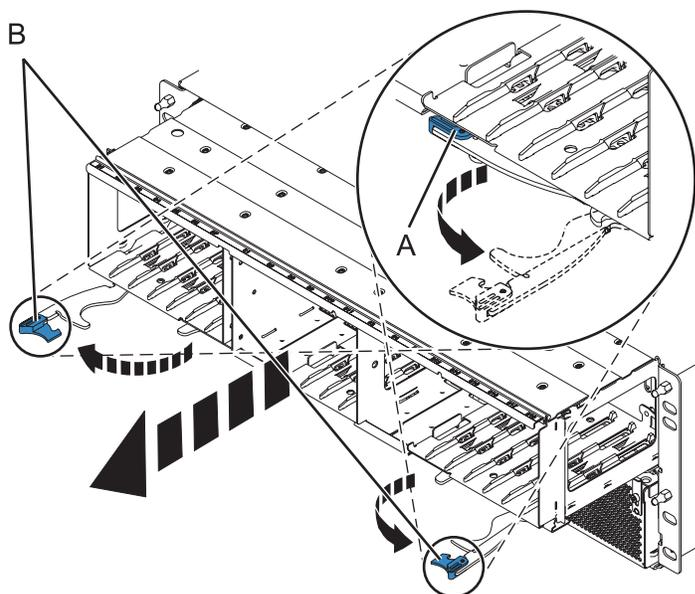

図 53. エンクロージャーからのバックプレーンの取り外し
6. 73 ページの図 53 に示すように、バックプレーンを取り外します。